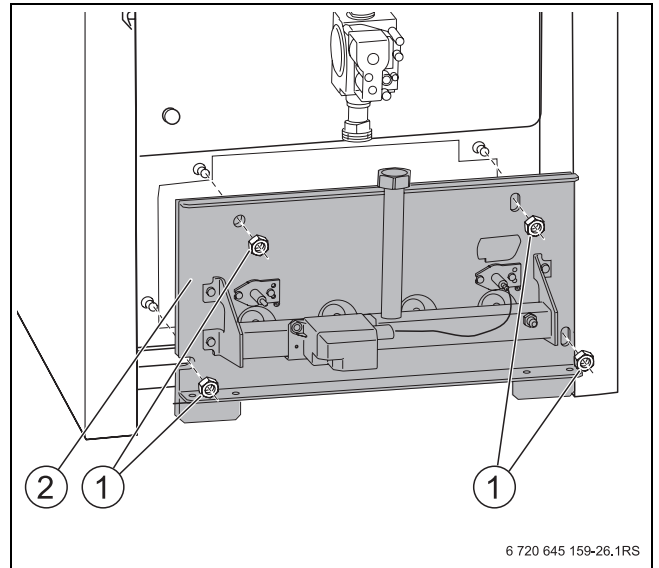

Рис. 44 Снятие крепёжных гаек
- ▶ При креплении щитка горелки (→ рис. 44, [2], стр. 47) слегка затяните четыре винта.